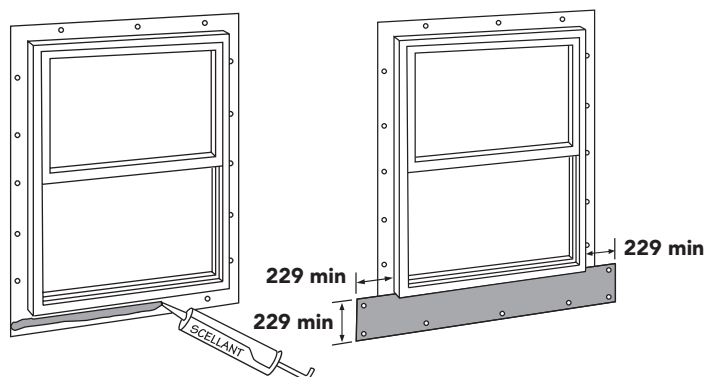

Figure 28
- Appliquer un cordon continu de scellant sur la lame de clouage de l'appui, de manière à couvrir les clous et les fentes de clous. Poser un solin de 229 mm (9 po) de largeur sur l'appui et l'appliquer avec force sur le cordon de scellant (couper une longueur suffisante du solin pour qu'il dépasse d'au moins 229 mm chaque jambage). Fixer le bord inférieur et les côtés du solin (Figure 28).